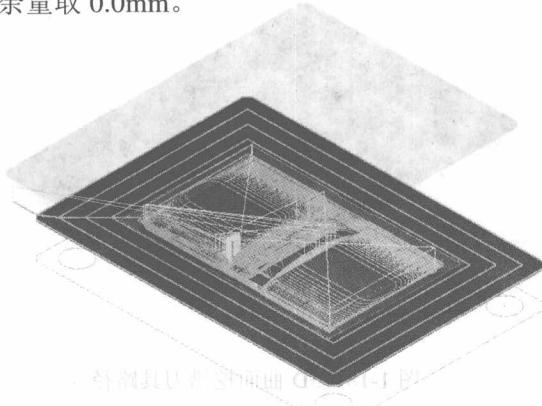

图 1-13 3D 曲面挖槽刀具路径
⑨ 单击对话框中 按钮，系统产生如图 1-13 的曲面挖槽刀具路径。
⑩ 在操作管理器中点选 1-Surface Rough Pocket，单击 按钮，弹出 Backplot 对话框。单击键盘的 R 键，模拟刀具路径，检查刀具铣削路径有无问题。刀具路径如图 1-13 所示。
⑪ 在操作管理器中单击 按钮（隐藏/显示刀具路径）按钮，使图标变成灰色，关闭当前的刀具路径显示。按 **Alt+A** 保存镜框前模文件。
(2) 选取 $\Phi 25R5$ 镶合金刀粒圆鼻刀，用 3D 曲面挖槽刀路对前模分型面精加工。
① 在屏幕左方刀路操作管理区内（或单击下拉式菜单）单击鼠标右键，依次单击主菜单中的 **Mill toolpaths / Surface rough / Pocket** 命令。依次点选 **All...** 按钮，在弹出的 **Select All** 对话框中点选所有曲面，点选 按钮。